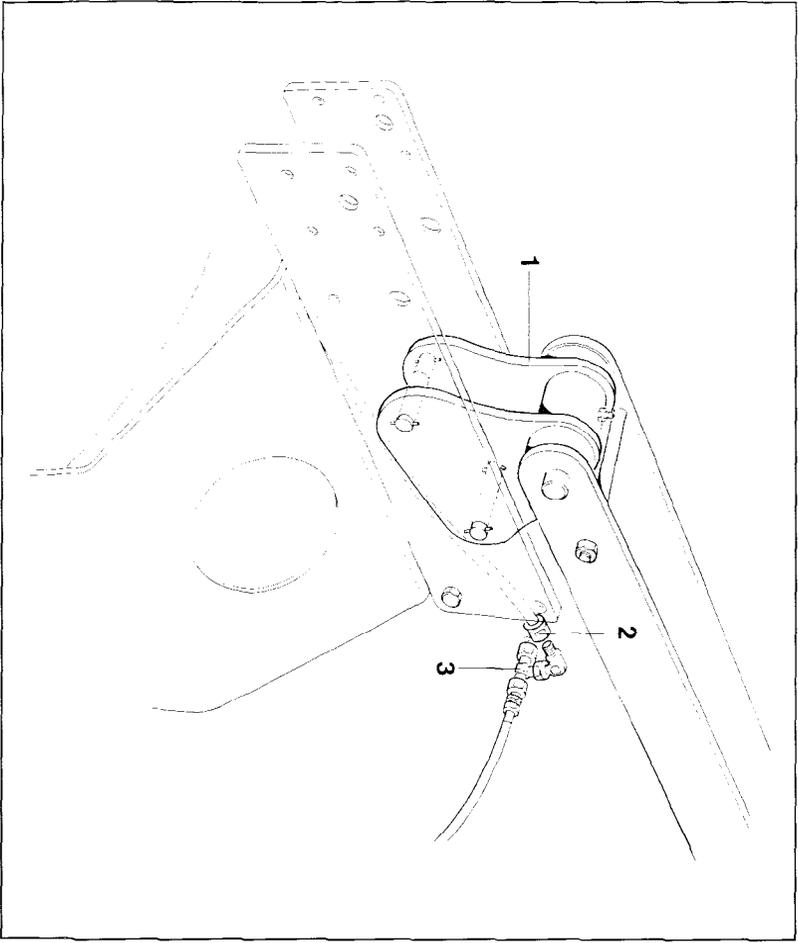
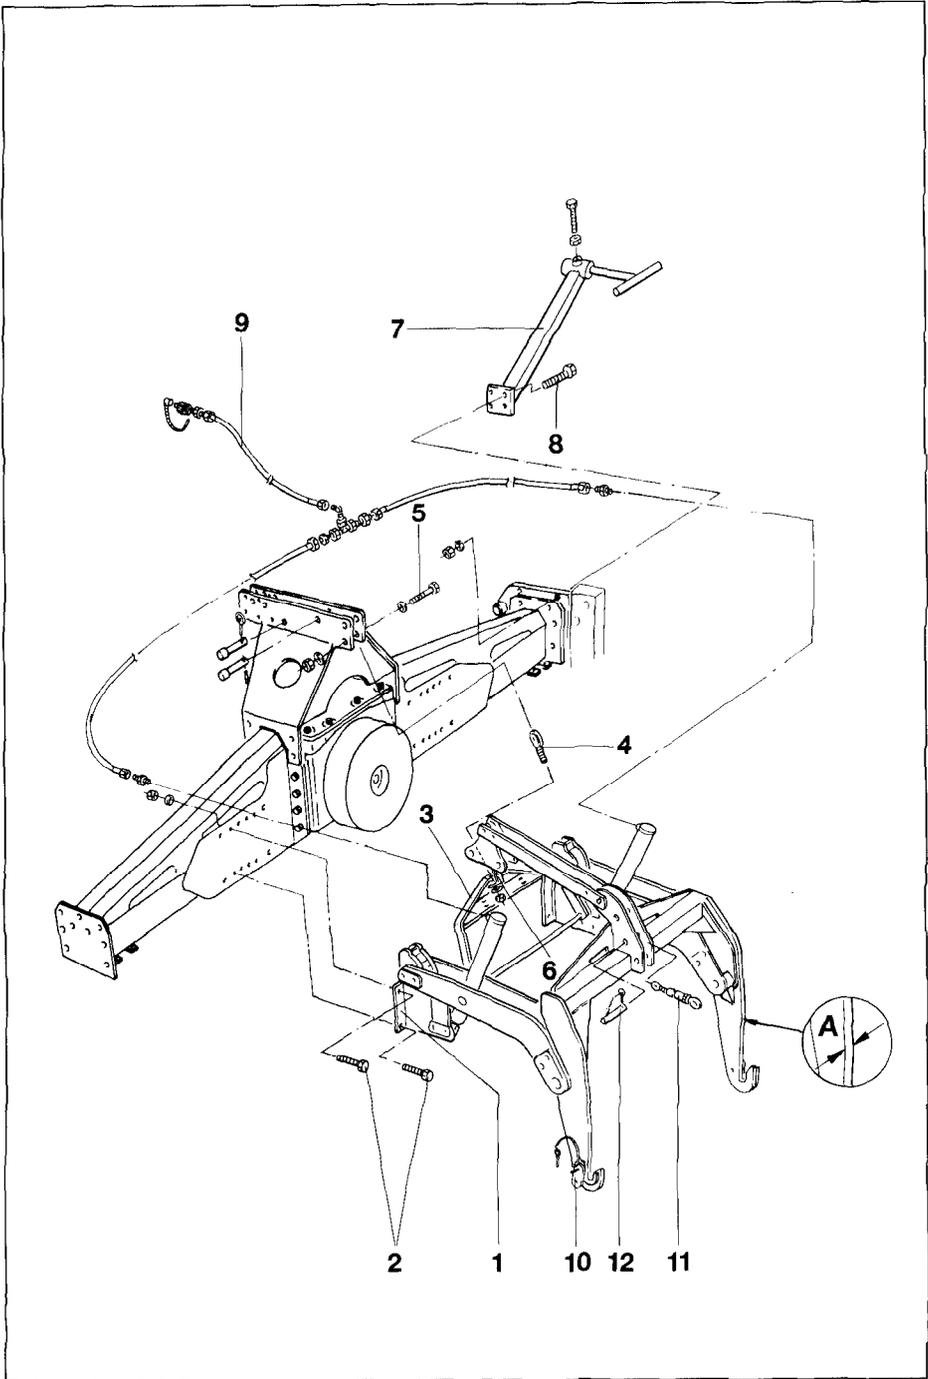

Fig. 54
Fig. 57
Die Materialstärke (Fig. 57/A) beträgt bei der ersten Ausführung 10 mm, bei der zweiten Ausführung 20 mm. Werksseitig ist das AMAZONE-System "Huckepack" bei beiden Ausführungen vormontiert und wird wie folgt an der Rüttelege befestigt:
- △ Kupplungsböcke (Fig. 57/1) mit Skt.-Schrauben M 12 x 40 (Fig. 57/2) mit Federringen und Muttern am Rahmen der Rüttelege befestigen.
- △ Am oberen Dreipunkt der Rüttelege ist der Spannrahmen (Fig. 57/3) mit der Spannschraube (Fig. 57/4) und der Skt.-Schraube M 20 x 100 (Fig. 57/5) zu befestigen. Das Sicherungsblech (Fig. 57/6) verhindert später das Verschieben des Hydraulikschlauches nach hinten.
- △ Der Einbau des Hubbegrenzungsventils (Sonderzubehör) erfolgt nach Pkt 10.4. Das Sicherungsblech (Fig. 57/6) wird beim Einbau der Hubbegrenzung nicht benötigt.
- △ Den Oberlenkerbock (Fig. 54/1) am oberen Dreipunkt der Rüttelege befestigen und sichern.
- △ Seitenstützen (Fig. 57/7) mit je vier Skt.-Schrauben M 12 x 20 (Fig. 57/8), Scheiben und selbstsichernden Muttern an den Abstützungen zur Packerwalze befestigen.
- △ Den vormontierten Hydraulikschlauch (Fig. 57/9) anhand der Fig. 54 verlegen und an den Hydraulikzylindern anschließen.
- △ Rüttelege mit der Schlepperhydraulik anheben und rückwärts an die Sämaschine heranfahren. Angekuppelt werden können Sämaschinen mit Unterlenker-Anlenkpunkten der Kat. II. Nach dem Ankuppeln Sicherungslaschen (Fig. 57/10) über die Zapfen der Unterlenker schieben und mit Klappsteckern sichern.
- △ Den kurzen Oberlenker (200 bis 260 mm - Fig. 57/11) am oberen Anlenkpunkt der Sämaschine und am Hubrahmen mit dem Bolzen D= 25 x 100 mm (Fig. 57/12) abstecken und die Sämaschine gerade ausrichten.
- △ Sobald die Hydraulikanlage drucklos ist, Hydraulikschlauch (Fig. 54/2), der vom Schlepper zu den Zylindern führt, oberhalb des T-Anschlußstückes (Fig. 54/3) auseinander schrauben.